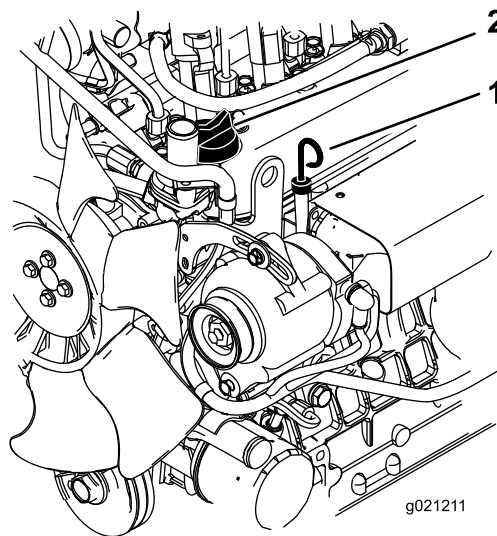

Figure 26
3. Retirez la jauge, essuyez-la sur un chiffon et remettez-la en place (Figure 26).
5. Si le niveau n'atteint pas le repère maximum, enlevez le bouchon de remplissage (Figure 26) et faites l'appoint jusqu'à ce que le niveau correct soit atteint. **Ne remplissez pas excessivement.**